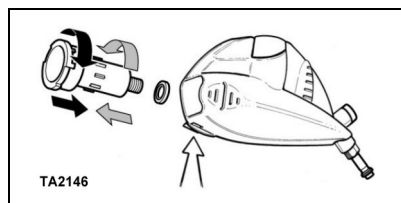

Fig. 4
1. Appuyez sur la languette (sens de la flèche sur la Fig. 4) pour déverrouiller le filtre.